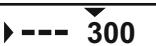

Fig.3
- 6) Rotando el regulador, elija el párrafo “---” (nueva distancia) (Ver fig. 3).